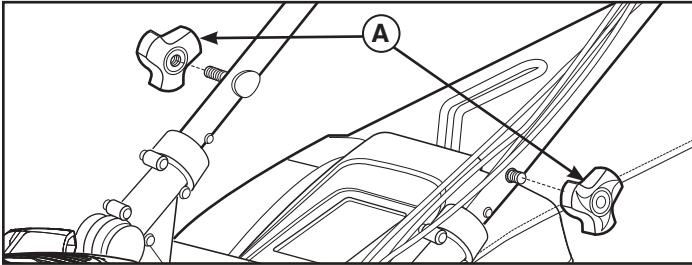

Figura 7
1. Afloje las perillas del mango inferiores (**A**, Figura 7) situadas en los soportes del mango izquierdo y derecho.